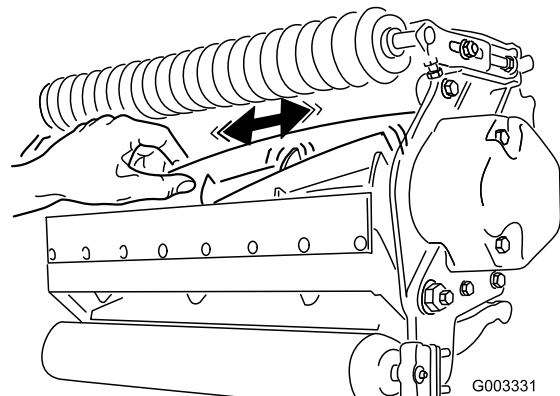

Figura 23
2. Usando un trapo o un guante grueso, sujete la cuchilla del molinete e intente mover el conjunto del molinete de un lado a otro (Figura 23).